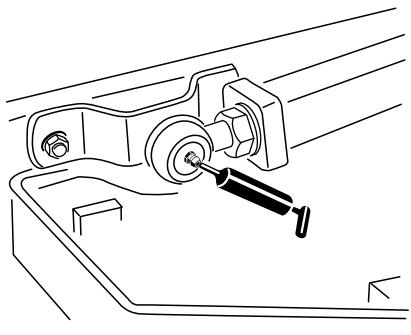

Bild 68
- Hubarm-Kugelgelenke (2) (Bild 68)